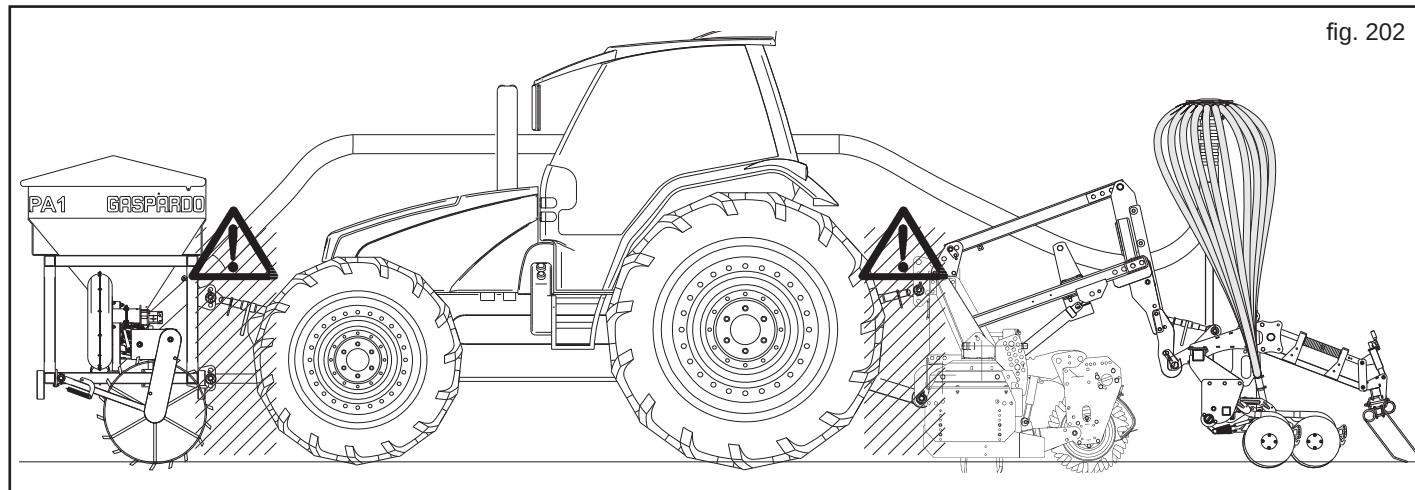

fig. 202
- 5) Il est absolument interdit de se mettre entre le tracteur et l'attelage pour manoeuvrer la commande de levage de l'extérieur (Fig. 202).
- 6) Il est absolument interdit de se mettre entre le tracteur et l'équipement (Fig. 202) si le moteur est en marche et le cardan est enclenché. Il n'est possible de s'interposer entre le tracteur et l'équipement qu'après avoir actionné le frein de stationnement et avoir inséré, sous les roues, une cale en bois ou un caillou de blocage de dimensions appropriées.